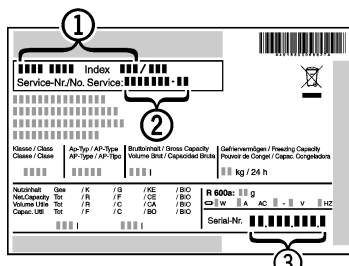

Fig. 41
- ▶ Označení přístroje *Fig. 41 (1)*, servisní číslo *Fig. 41 (2)* a sériové číslo *Fig. 41 (3)* naleznete na typovém štítku. Identifikační typový štítek je umístěn na levé vnitřní stěně přístroje.